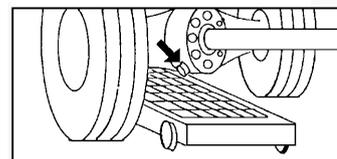

Fig.3.2
- 2) デフオイルの場合は、ドレンプラグが真下よりやや斜めにある場合が多いので、ドレン受けをややずらして、プラグを外したときに正確にオイルが受けられる位置にセットするよう注意してください。(Fig.3.2)